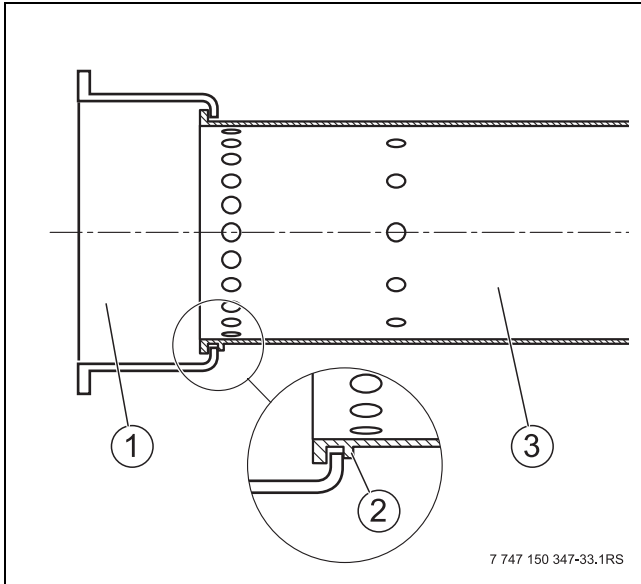

Fig. 55 Branderbuis plaatsen
- Branderbuis plaatsen zoals getoond in Fig. 55.